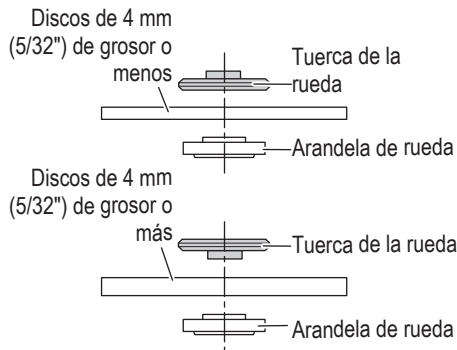

Fig. 20
- (1) Dé la vuelta a la amoladora de forma que el eje quede encarado hacia arriba.
- (2) Alinee la muesca ovalada de la arandela de la rueda (E) con la musca del eje, y después fíjelas.
- (3) Fije la parte saliente del disco de corte abrasivo/de diamante en la arandela del disco (E).
- (4) Atornille la rueda en el eje. La dirección de montaje de la tuerca del disco varía según el grosor del disco. (Fig. 20)